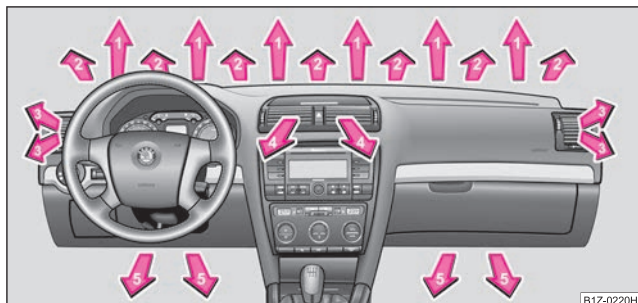
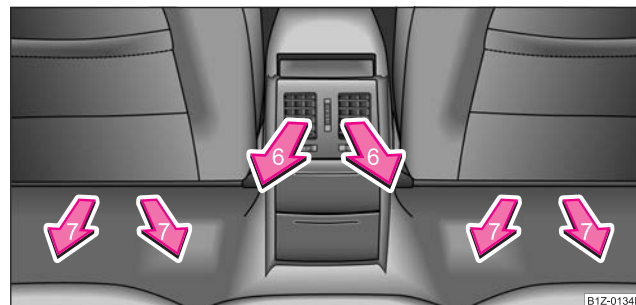

Fig. 126 Gurile de ventilație din față
Fig. 127 Gurile de ventilație din spate
- Reglați grilele de ventilație **3** și **4** astfel încât curentul de aer să fie îndreptat ușor în sus ⇒ pagina 111, fig. 126.
- Reglați gurile de ventilație **2** și **3** ⇒ pagina 111, fig. 126 astfel încât curentul de aer să fie îndreptat ușor în sus.
Distribuția aerului prin gurile de ventilație poate fi reglată și de la tastele de comandă ale Climatronic ⇒ pagina 108. Gurile de ventilație 3, 4 ⇒ fig. 126 și 6 ⇒ fig. 127 se pot deschide și închide separat.